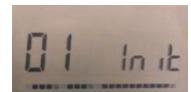

Fig. 3
- 1 carré qui se déplace de droite à gauche (Fig 3) indique un signal RF standard (thermostat en fonctionnement normal, dans le cas présent un ordre d'extinction est reçu)